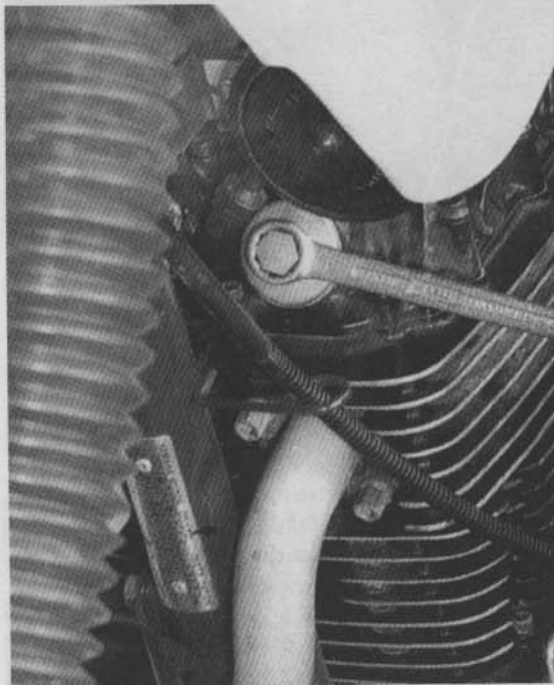

Bild 21
- Ventildeckel der Einlassventile (zwei Innensechskantschrauben SW 5; Bild 20) und Auslassventile (Sechskant SW 17; Bild 21) abnehmen. Ventilspiel mit Fühlerlehrenblatt zwischen Kipphebel und Ventilschaft auf festen Schiebesitz